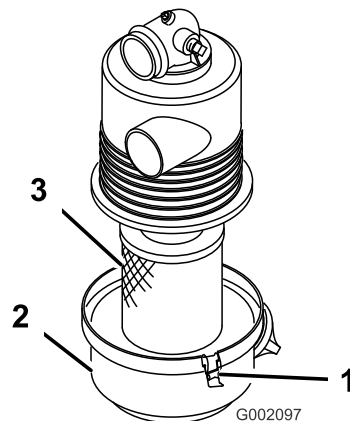

図 28
2. エアクリーナのカバーをボディーに固定しているラッチを外す(図 28)。
3. ボディーからカバーを外し、カバーの内部を清掃する 図 28。
1. フィルタをエアクリーナのボディー内部にしっかりと取り付ける (図 28)。
2. エアクリーナのカバーをエアクリーナのボディに合わせる (図 28)。
3. カバーをボディーにラッチで固定する (図 28)。